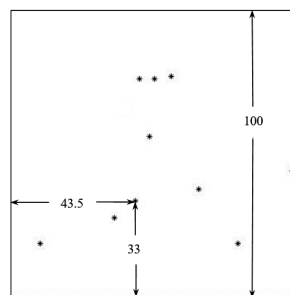

图 3. 10 个位置示意图
(2) 附件 3 是利用上述 CT 系统得到的某未知介质的接收信息。利用(1)中得到的标定参数,确定该未知介质在正方形托盘中的位置、几何形状和吸收率等信息。另外,请具体给出图 3 所给的 10 个位置处的吸收率,相应的数据文件见附件 4。
(3) 附件 5 是利用上述 CT 系统得到的另一个未知介质的接收信息。利用(1)中得到的标定参数,给出该未知介质的相关信息。另外,请具体给出图 3 所给的 10 个位置处的吸收率。
(4) 分析(1)中参数标定的精度和稳定性。在此基础上自行设计新模板、建立对应的标定模型,以改进标定精度和稳定性,并说明理由。